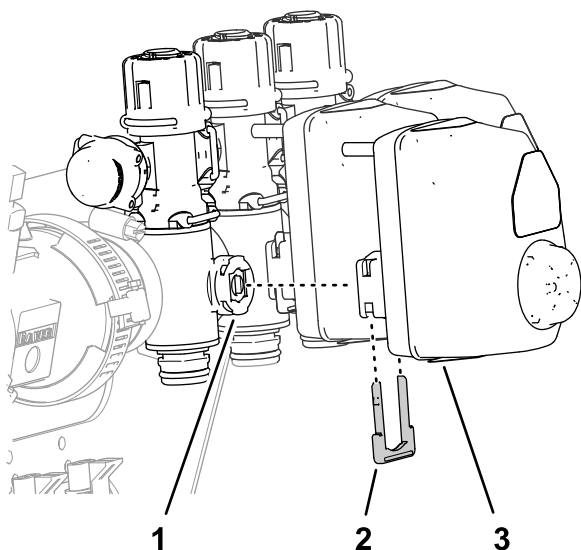

Рисунок 64
1. Снимите 3 держателя, которые крепят 3 привода клапанов к клапанам левой, средней и правой секций (Рисунок 64).
2. Снимите приводы клапанов с клапанов левой, средней и правой секций (Рисунок 64).
10. Установите 3 привода клапанов на клапаны левой, средней и правой секций (Рисунок 64) с помощью держателей, снятых при выполнении пункта 1.